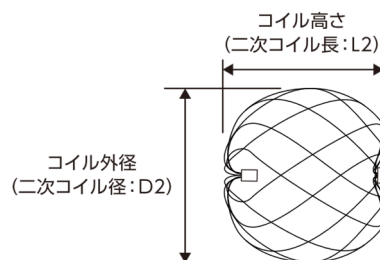

図 6. コイル（フレームタイプ）概略図
⑥血管造影図、推奨瘤サイズ、推奨血管径（表 2）及びコイル（フレームタイプ）概略図（図 6）を参考に、病変部に適したコイル（フレームタイプ）を選択する。